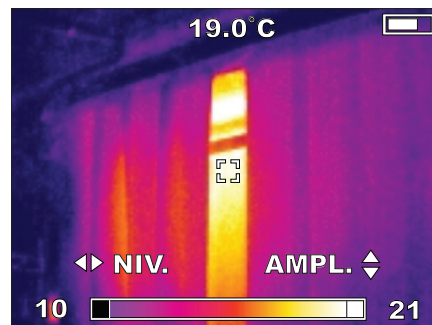

Figure 13. Définition du niveau et de l'amplitude pour la gamme manuelle
2. Appuyez sur le bouton  pour sélectionner le mode de gamme MANUEL. L'affichage à l'écran est semblable à celui de la Figure 13 :